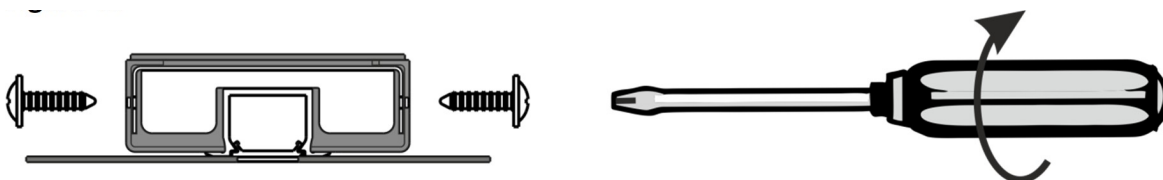

Fig.8
7.12 Le remplacement de la barre lumineuse à LED ne doit être effectué que par des techniciens qualifiés utilisant uniquement des pièces de rechange d'origine. (**fig. 8**).